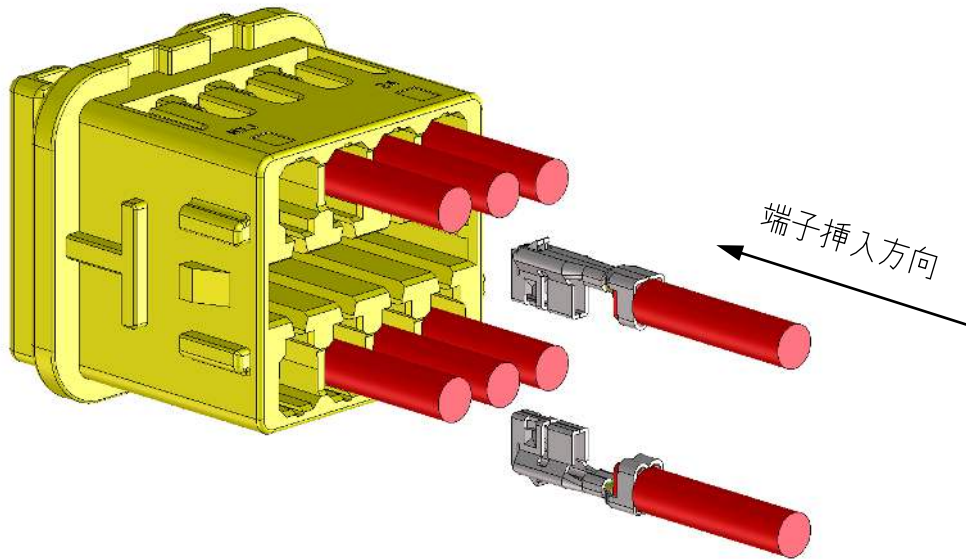

Fig. 6-1
- ③ 端子ランス部が、ハウジングの中央に向かうように持ち、端子が突き当たる位置まで（6~10N 程度の力で）ゆっくりと真っ直ぐ装着してください。（Fig.6-1）